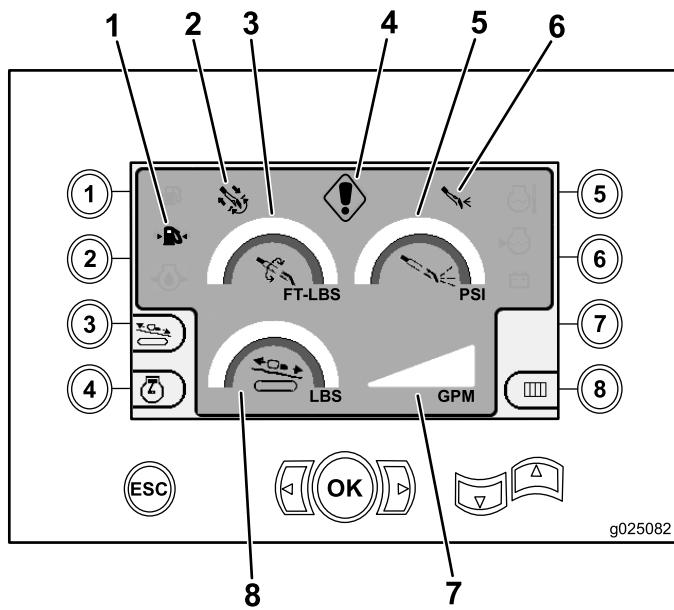

Figura 17
Esta pantalla proporciona medidas de presión rotativa en pies-libra, presión del fluido de perforación en psi, presión del carro en libras, y caudal de fluido de perforación en gpm (Figura 17).
- Advertencia de código de error de perforación y/o motor (Figura 17)
- Indicador de bajo nivel de combustible (Figura 17)
- Fluido de perforación en la posición de Activado (Figura 17)
- Perforación automática en la posición de Activado (Figura 17)